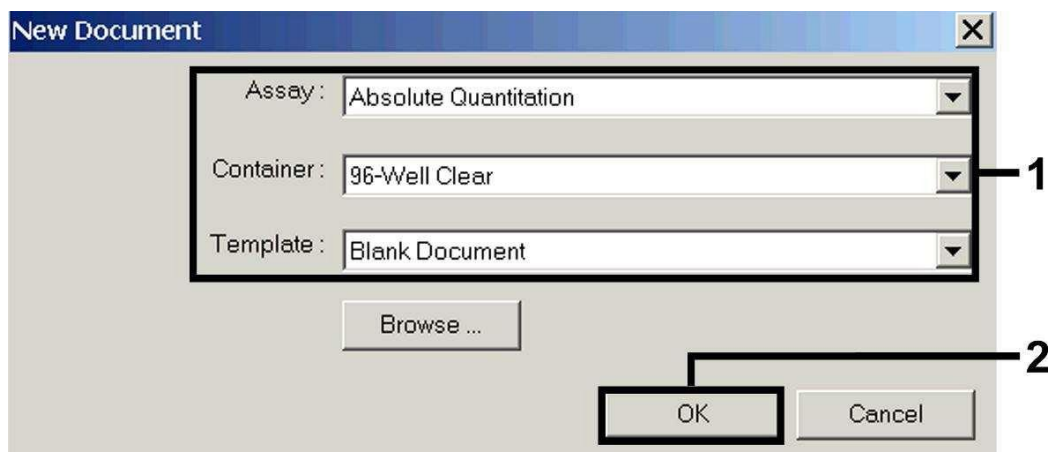

Fig. 3: Ajustes al crear un nuevo ensayo de PCR (*New Document*).
Seleccione en el ABI PRISM® 7000 SDS la opción *New* del menú *File* e introduzca los siguientes ajustes básicos para el nuevo documento (véase la Fig. 3). El ensayo (protocolo) almacenamiento anteriormente (*SDS Template* [*.sdt]) aparece en la lista *Template* o bien puede seleccionarlo mediante la función *Browse* (véase 8.5.1.5 Almacenamiento de la reacción de PCR). Confirme sus datos (OK).